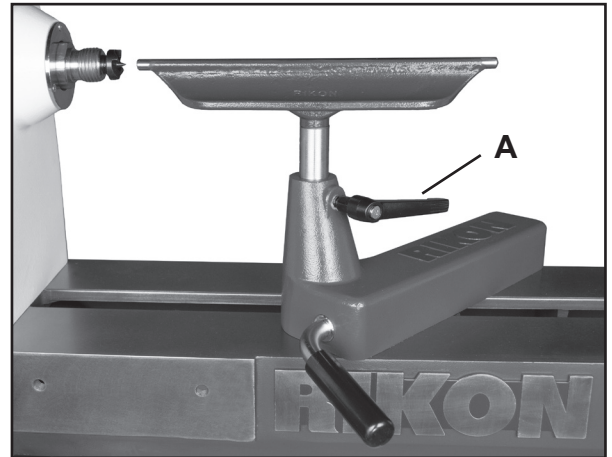

FIG. 8
Installez le porte-outil PRO de 12" dans la base du porte-outil (aussi appelée un banjo) (D). Fixez le poteau de 1" de diamètre du porte-outil dans la base avec la poignée de blocage ajustable. Figure 8, A.